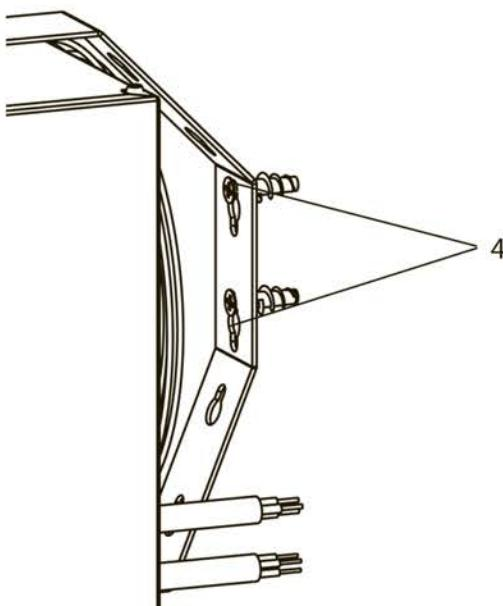
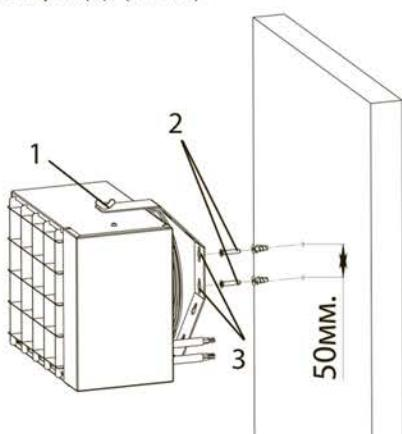

Рис.6 – Паз фиксации на кронштейне подвеса.
Рис.5 – Монтаж прибора на стену
2) Подвесить прибор (1) совместив шляпки дюбель-гвоздей (2) (не входят в комплект поставки) с проходными отверстиями на кронштейне подвеса (3) (Рис. 5) Сместить в паз для фиксации (4). (Рис. 6)